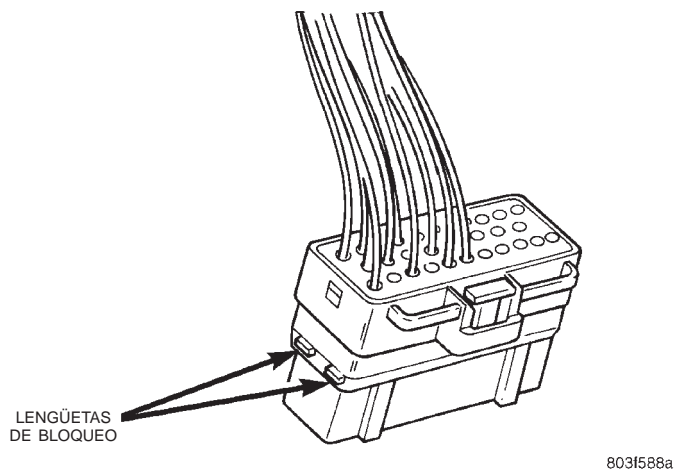

Fig. 12 Lengüetas de liberación de bloqueo de conector Thomas y Betts
(1) Desconecte la batería.
(2) Desconecte el conector de su mitad y/o componente complementario.
(3) Presione las dos lengüetas de bloqueo en el lateral del conector (Fig. 12).